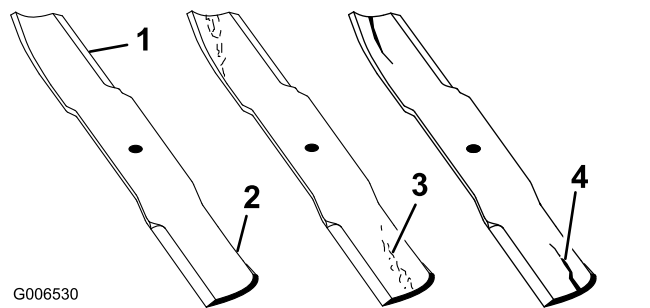

図 79
1. 刃先の部分を点検する(図 79)。
4. ひび、磨耗、割れの発生などがあれば、直ちに新しいブレードに交換する(図 79)。